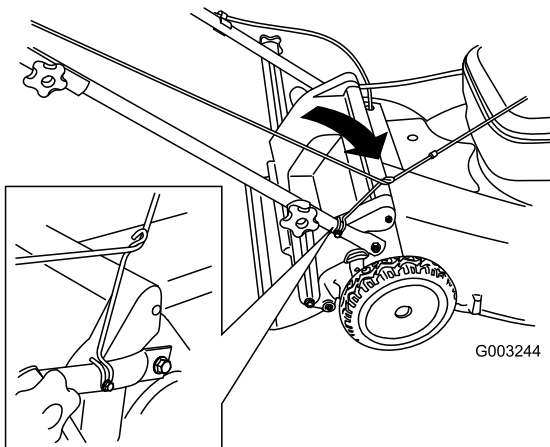

Bild 35
3. Verlegen Sie das Starterkabel um die untere Kabelführung (Bild 35).